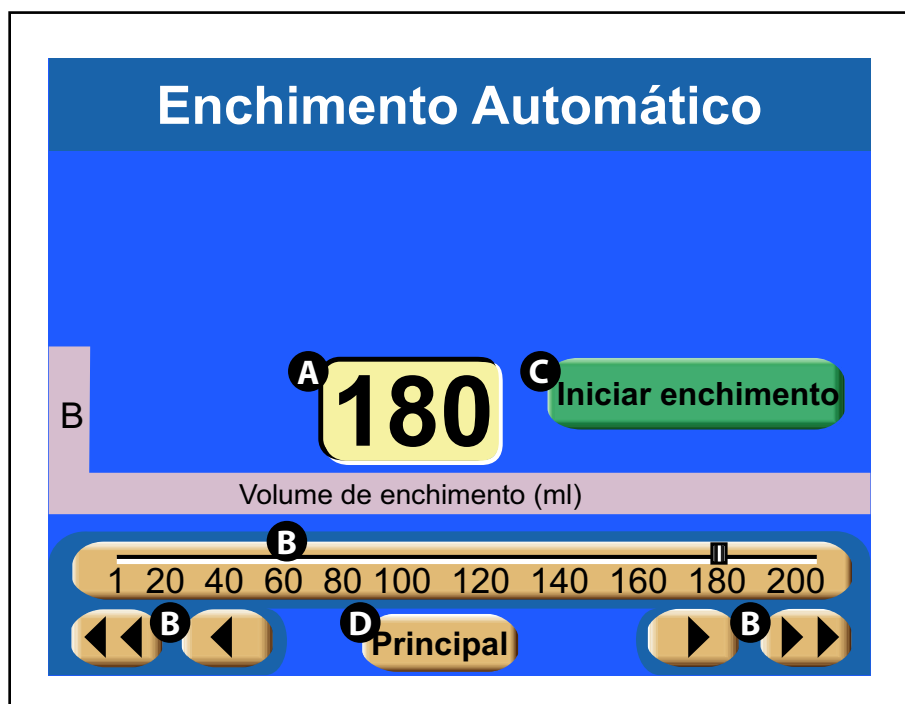

Figura 4-3-1 Tela de enchimento automático da cabeça motorizada: lado B
2. Gire a cabeça motorizada até a posição vertical. Exibe-se a tela mostrada na Figura 4-3-1. **OBSERVAÇÃO:** se uma seringa de 200 mL for instalada em ambos os lados A e B, a sequência de enchimento automático poderá ser executada em ambos os lados. Veja a Figura 4-3-2.
3. Ajuste o volume de enchimento desejado (mL) pressionando a tecla [Volume de enchimento] **A** para os lados A e B (o lado B é mostrado na Figura 4-3-1; ambos os lados A e B são mostrados na Figura 4-3-2) e, em seguida, altere o valor através da tecla da barra deslizante **B**.